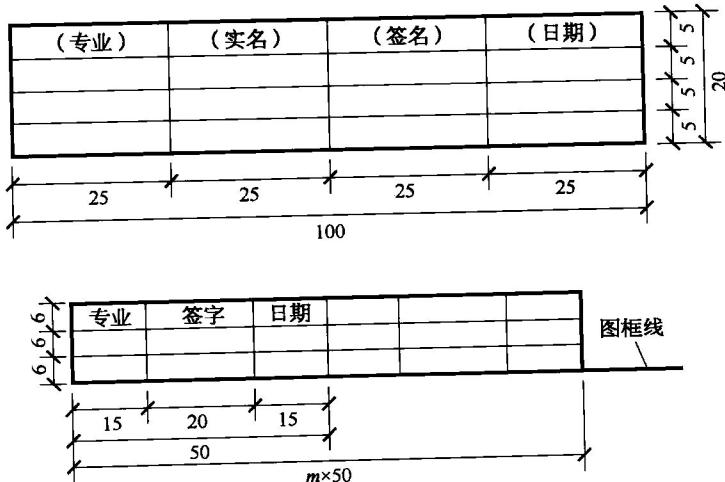

图 1.2.5 会签栏
(3) 会签栏应按图 1.2.5 的格式绘制, 其尺寸应为 100mm×20mm。栏内应填写会签人员所代表的专业、姓名、日期(年、月、日);一个会签栏不够时, 可另加一个, 两个会签栏应并列; 不需会签的图纸可不设会签栏。